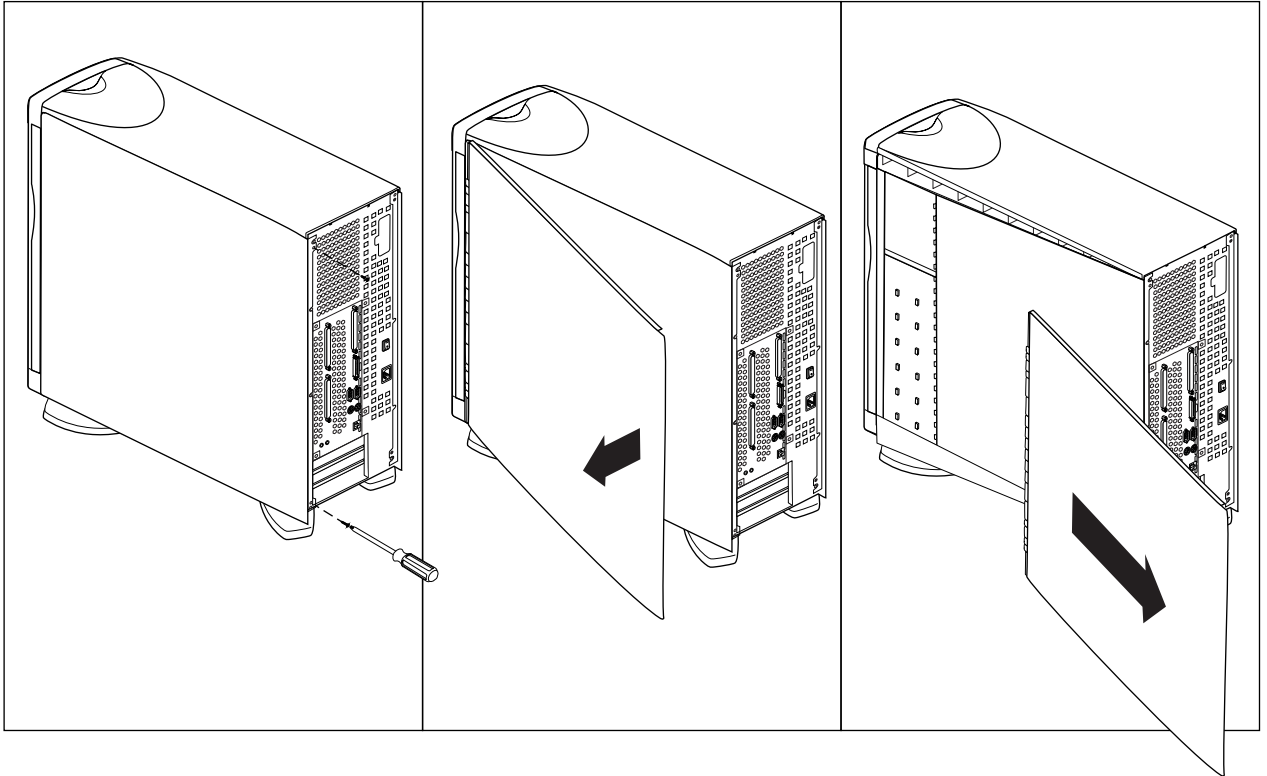

Figure 4-9 Retrait du capot du système (système Origin200 en tour)
2. Retirez le capot du système, comme indiqué à la Figure 4-9.